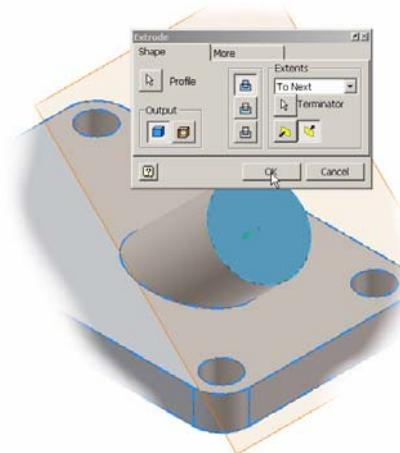

Figura 2.12.7.
- din lista **Extents** - opțiunea **To Next**, figura 2.12.7.